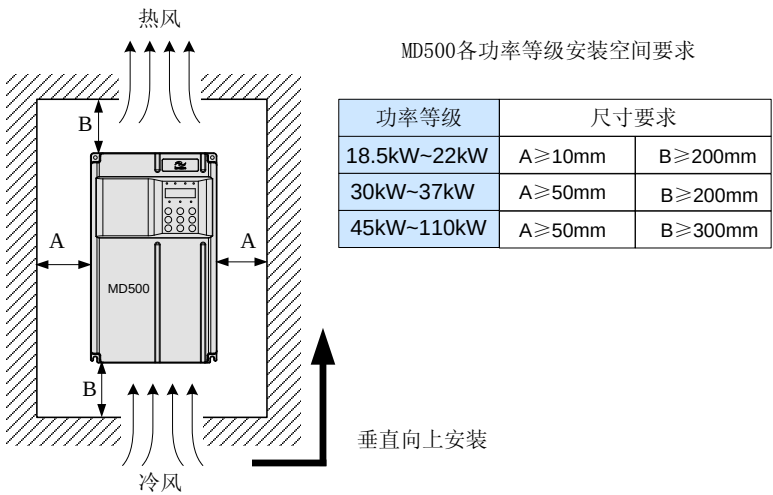

图 3-1 MD500 变频器各功率等级安装空间要求
- 1) 安装空间要求如图 3-1 所示，需保证变频器有足够的散热空间。预留空间时请考虑柜内其它器件的散热情况。